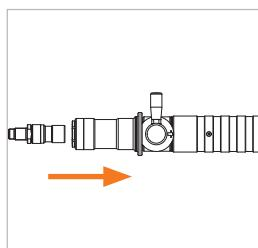

Figure 14
► Retirez soigneusement le réceptacle de service WEH® et en ligne droite du nozzle de ravitaillement (*Figure 14*).